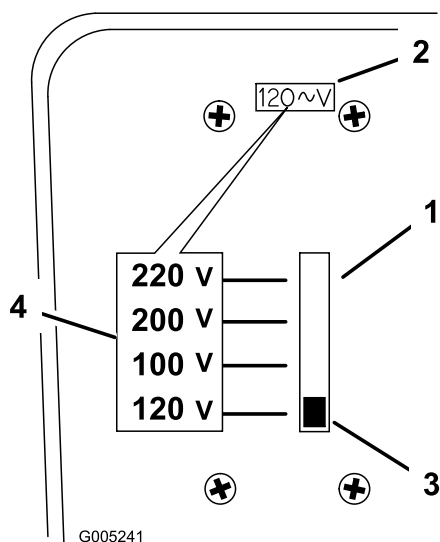

図 14
1. チャージャの裏面にある電圧セレクトアを探し出してください (図 14)。
2. 選択スイッチを上下に動かして、電源の電圧に合わせる (図 14)。